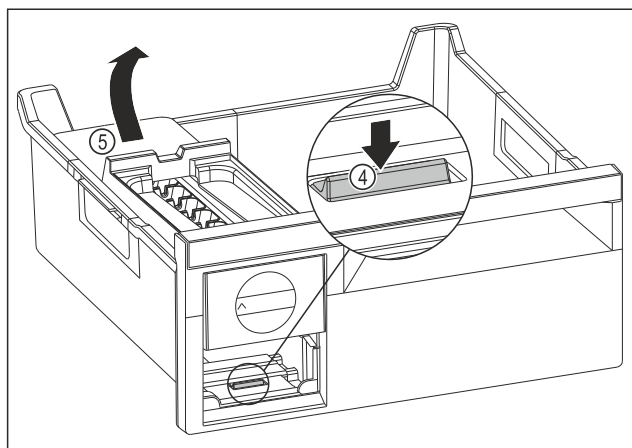

Fig. 120
- EasyTwist-Ice-Körper entnehmen: Lasche Fig. 120 (4) mit Finger nach unten drücken und gleichzeitig mit der anderen Hand den EasyTwist-Ice-Körper Fig. 120 (5) von hinten anheben.